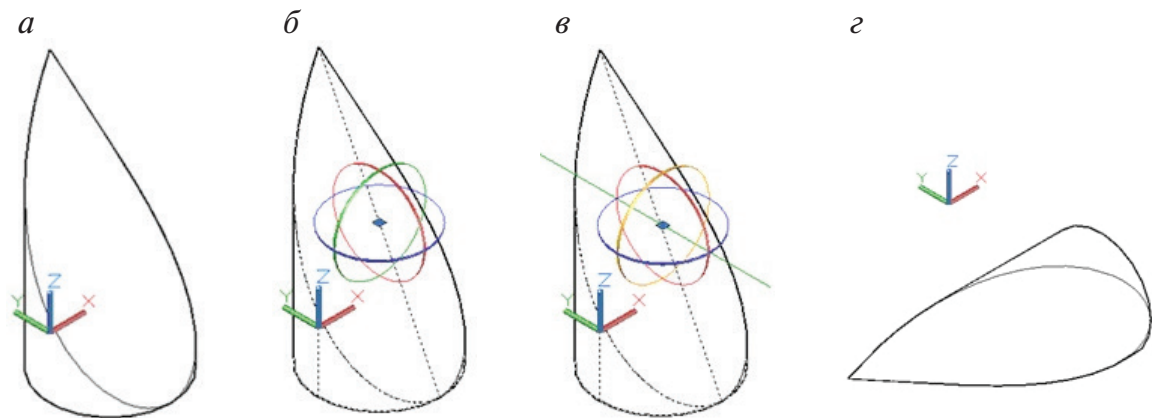

Рис. 176. 3D-поворот:
Выполним команду 3D-поворот тела показанного на рис. 176.
**ЗДПОВЕРНУТЬ** Выберите объекты: курсором укажем 3D-тело, показанное на рис. 176, а.
(рис. 176, б).
изменится с зеленого на оранжевый и появится ось вращения (рис. 176, в).
поворот показан на рис. 176, г.